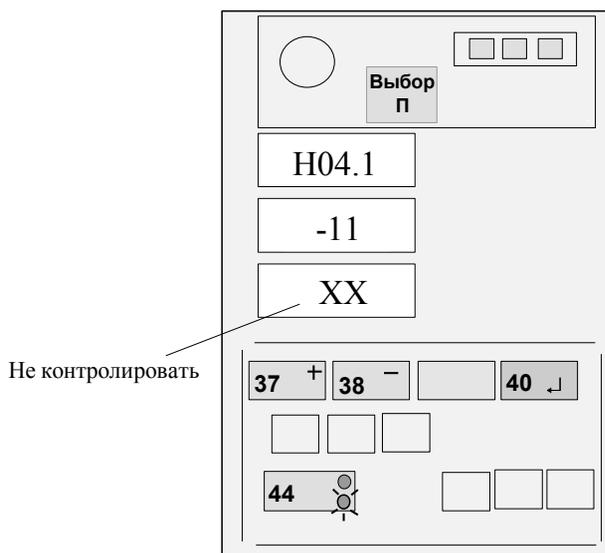

Рисунок 16 - Ввод температурного коэффициента
Если значение коэффициента, указанное на жгуте ПрД, отличается от значения, выдаваемого на средний ИЖЦ, нажатием кнопки 44 установить на верхнем ИЖЦ код "H04.1", а затем, нажимая кнопки "+" (37) и "-" (38), установить на среднем ИЖЦ значение коэффициента для штокового ПрД (см. рисунок 16 для коэффициента M11), причем знак плюс на индикаторе не отображается, а знак минус отображается символом " - ".
4.6.4.1 Нажимая кнопку ВЫБОР "П" (36), добиться появления на верхнем ИЖЦ кода "Н06" (занесение температурного коэффициента поршневого ПрД). При этом на средний ИЖЦ выдается значение коэффициента, занесенное ранее в память ОНК.
Если значение коэффициента, указанное на жгутах ПрД, отличается от значения, выдаваемого на средний ИЖЦ, нажатием кнопки 44 установить на верхнем ИЖЦ код "Н06.1", а затем, нажимая кнопки "+" (37) и "-" (38), установить на среднем ИЖЦ значение коэффициента для поршневого ПрД по методике, изложенной в п. 4.6.2 (см. рисунок 16).